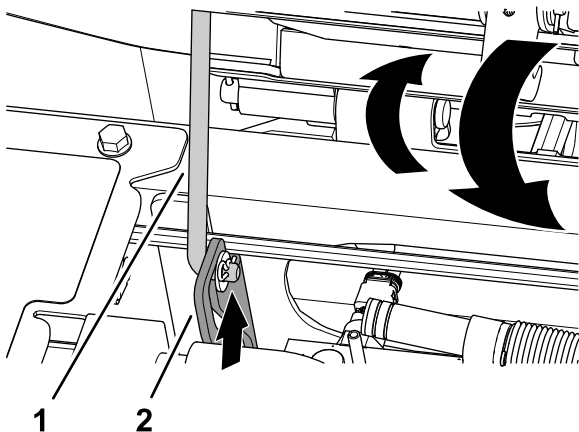

Рисунок 65
1. Немного поднимите сиденье и выведите опорную стойку из углубления паза в опоре сиденья (Рисунок 65).